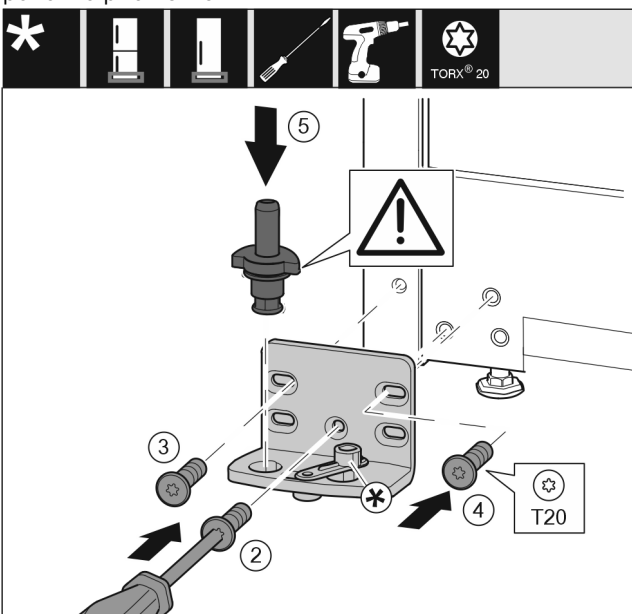

Fig. 20
- Postavite podložak ležaja na drugu stranu i pritegnite ga odvijačem. Započnite s vijkom Fig. 20 (2) dolje u sredini.
- Pritegnite vijak Fig. 20 (3) i vijak Fig. 20 (4).
- Potpuno umetnite podložak ležaja Fig. 20 (5). Pritom se pobrinite za to da je uskočna izbočina okrenuto prema natrag.